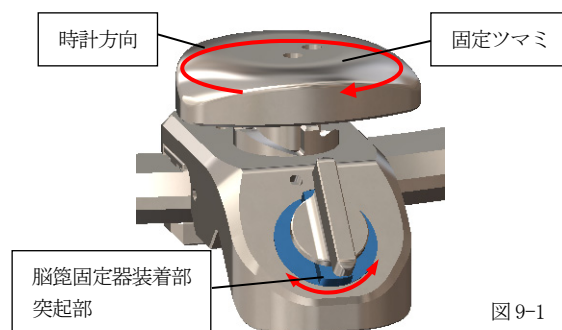

図 9-1
- (2)-1 脳筒固定器装着部の突起部をフレームに対して垂直にしてください。(図 9-1)
- (2)-2 固定ツマミを時計方向に回し仮固定してください。(図 9-1)